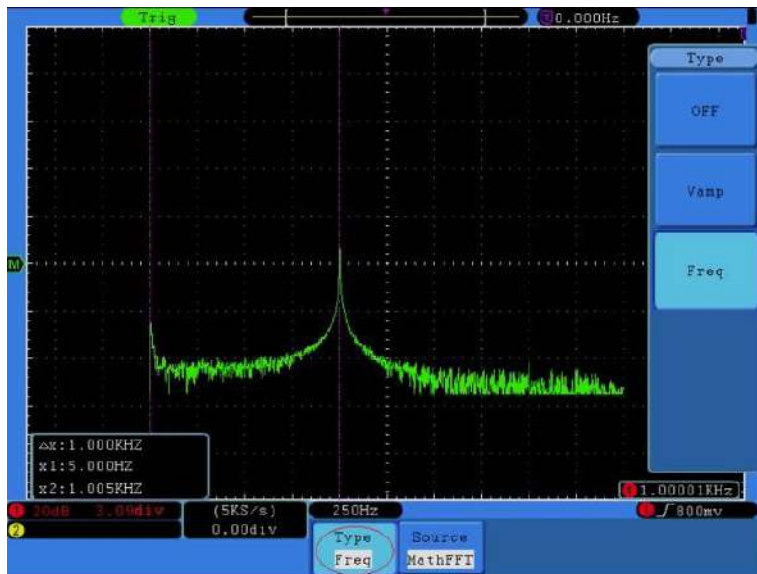

Рисунок 75 - Вид осциллограммы при курсорных измерениях частоты сигнала в режиме FFT
3. В соответствии с особенностями измеряемой осциллограммы выберите положения курсора 1 и курсора 2 вращением регуляторов VERTICAL POSITION канала CH1 и канала CH2. В окне в левом нижнем углу окна отображения осциллограммы показываются разность частот между курсорами и текущие значения положений обоих курсоров (см. рисунок 75).